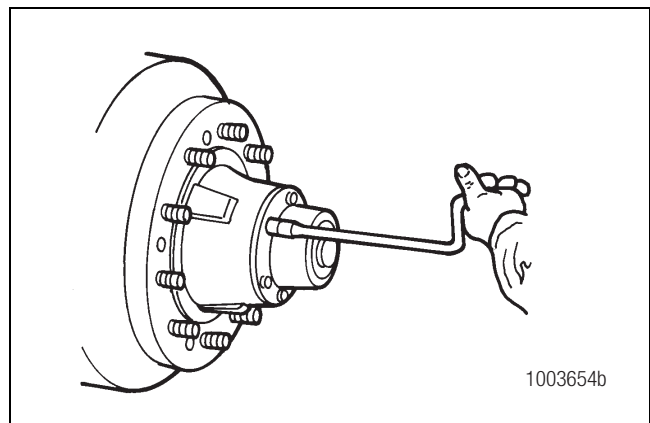

Figura 2.6
3. Coloque un contenedor debajo de la tapa de la maza para recoger el aceite que drenará. Después, retire la tapa de la maza y la junta de la tapa de la maza de ambos extremos del eje. Figura 2.6. No vuelva a usar la junta de la tapa de la maza ni el aceite.